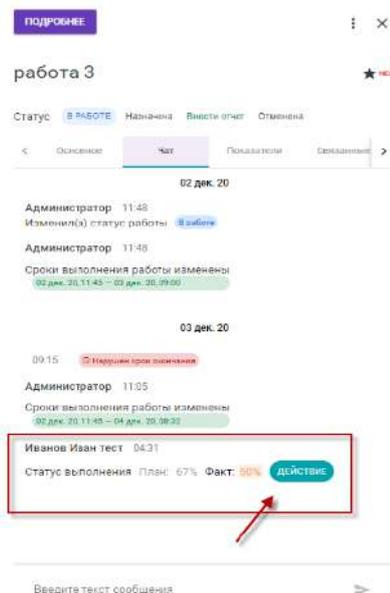
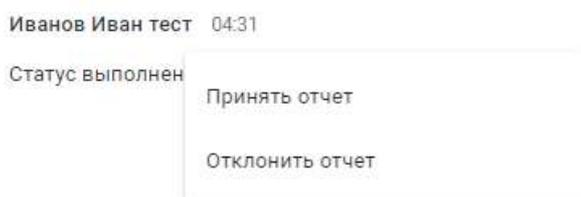

Рисунок 72 — Вкладка «Чат», просмотр отчета по работе в веб версии приложения
Рисунок 73 — Действия по кнопке «Действие» в веб версии приложения
- Нажмите на вкладку «Чат» (см.рис.72): откроется уведомлений по работе, возле уведомления о статусе выполнения работ нажмите на кнопку «Действие» (см.рис.73): откроется меню с действиями принять отчет/отклонить отчет.